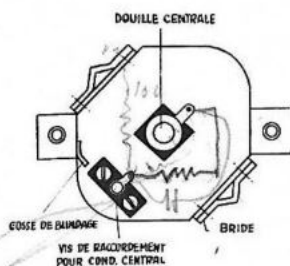

fig. 13
- un intérieur de prise, permettant le raccordement du câble ainsi que les éléments de découplage nécessaires (condensateurs et résistances), fig. 13.